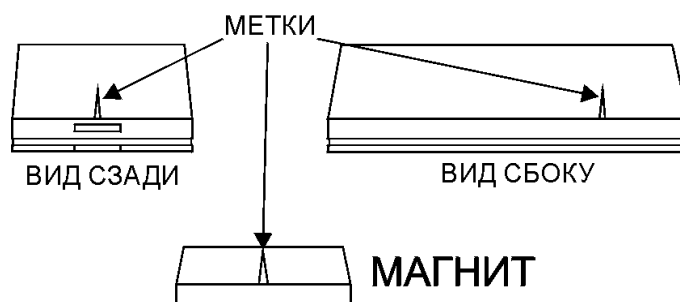

Рис. 2. Совмещение извещателя и магнита.
- При установке необходимо совместить метку на корпусе извещателя и стрелку на магните (см. рис.2).